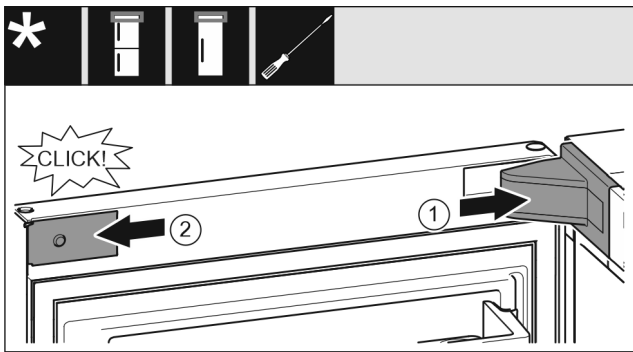

Fig. 22
- ▶ Mettre en place le cache du support de palier Fig. 22 (1) et l'enclencher. Au besoin, l'écarter avec précaution.
- ▶ Placer le cache Fig. 22 (2) sur le côté et l'enclencher.